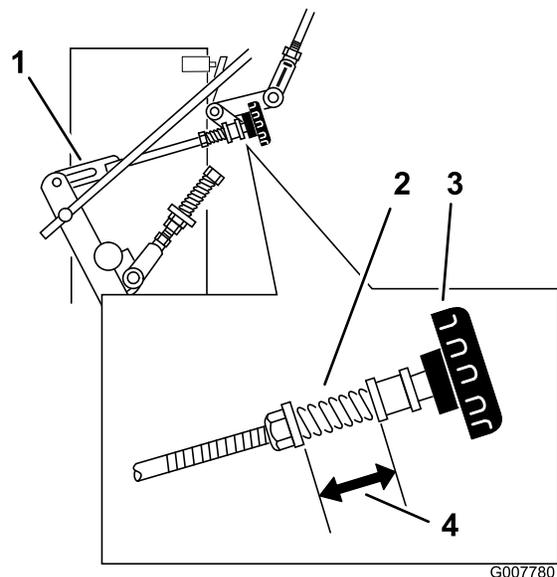

Figura 35
a las agujas del reloj hasta que la rueda empiece a girar hacia adelante (Figura 35).
4. Gire el mando en el sentido de las agujas del reloj, 1/4 de vuelta a la vez. Luego mueva la palanca de control de la velocidad hacia adelante y hacia atrás a punto muerto. Repita esto hasta que la rueda derecha deje de girar hacia adelante (Figura 35).
6. El muelle que mantiene tensado el mando no suele necesitar ajustes. No obstante, si es necesario ajustarlo, ajuste la longitud del muelle hasta que la distancia entre las arandelas sea de 26 mm (Figura 35).
7. Ajuste la longitud del muelle girando la tuerca de la parte delantera del muelle (Figura 35).